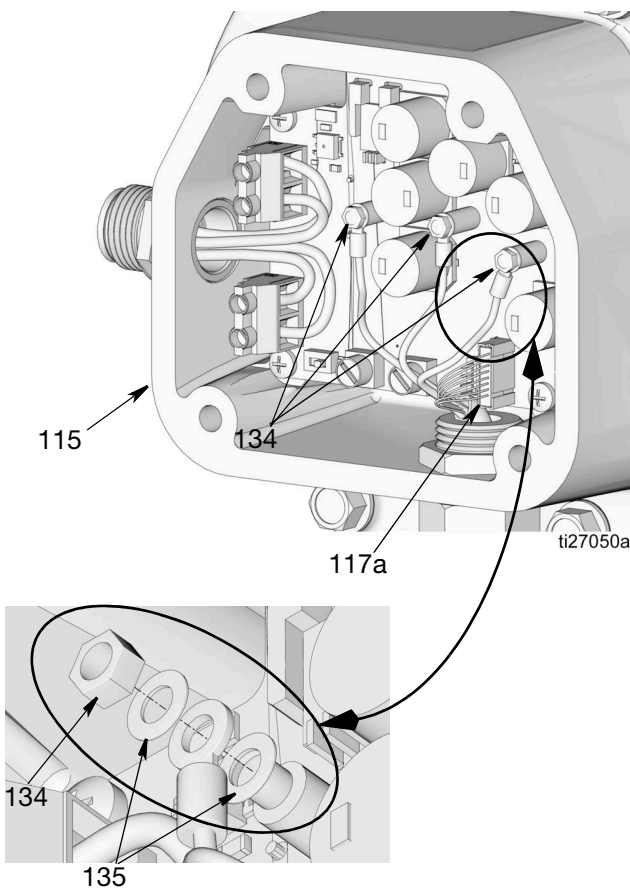

図 66
6. ナット (134) を図 66. ワッシャー (135) とモーターワイヤを端子から取り外します。